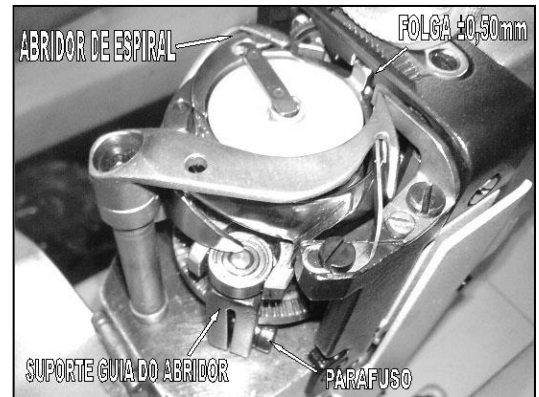

Fig. 13
4. Coloque la traba de la lanzadera centralizada entre los caballetes de la plancha de la aguja (folga de 0,5 mm), manteniendo el abridor de espiral apoyado en la lanzadera (Fig. 13).